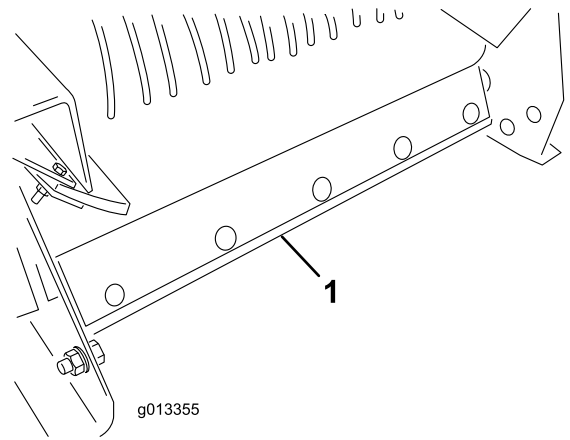

図 61
6. プロパスの後部からベルトスクレーパーアセンブリを取り外す **図 61**。